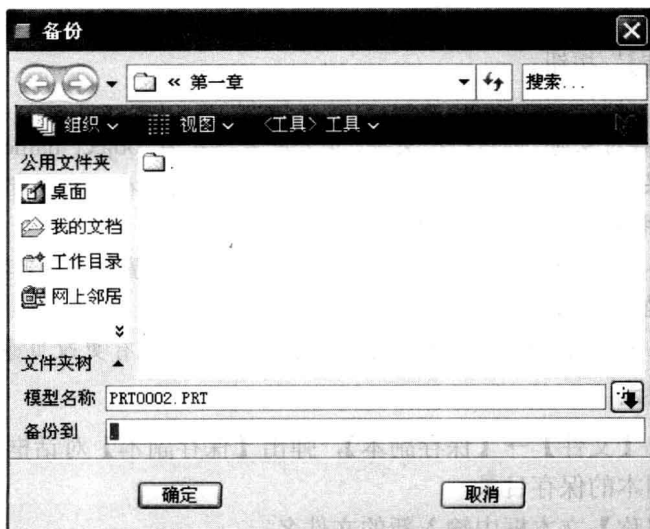

图 1-5 【备份】对话框
(1) 点击菜单【文件】→【备份】，弹出【备份】对话框，如图 1-5 所示。
(2) 在【备份】对话框中设置备份目录。
(3) 点击【备份】对话框中的“**确定**”按钮，关闭对话框。